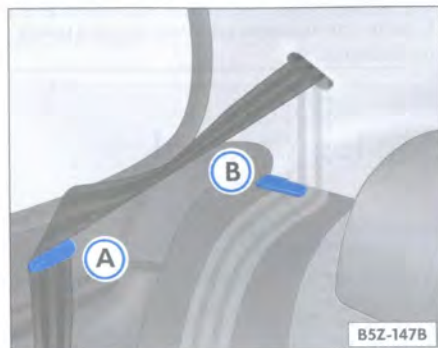

Fig. 76 Acoplamiento del cinturón para el abatimiento del asiento
- Posicione la cinta de los cinturones de seguridad en sus respectivos alojamientos ⇒ página 94, fig. 76 A para versiones 2 puertas y B para versiones 4 puertas.
- Remueva las cintas del cinturón de seguridad de los posicionadores ⇒ página 94, fig. 76 A y B. Para los vehículos con cinturones de tres puntos fijos, recolque las lengüetas en los respectivos cerrojos.